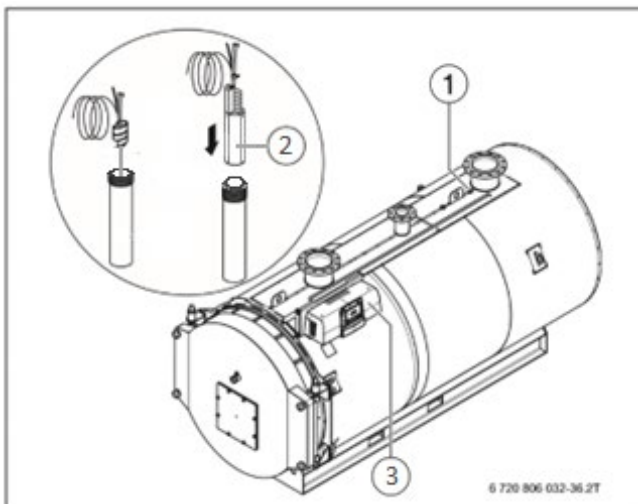

Рисунок 17 Установка датчика температуры ONIX 100 – 850 кВт
- ▶ Закрепите болтами горелку (Рисунок 17, [1]) на плите [2].